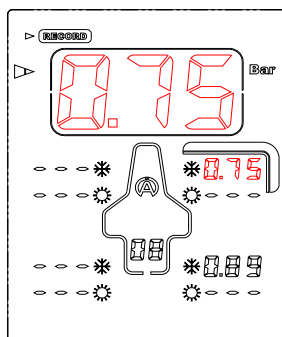

図 4
- 4) 中央ボタン  を押すと空気圧を記録します、すると自動的にプログラムされた次の測定場所へスクリーンが移動します。例 (図 4)、測定場所が自動的に右フロントに移動しています。
- 5) 空気圧測定(図 4).